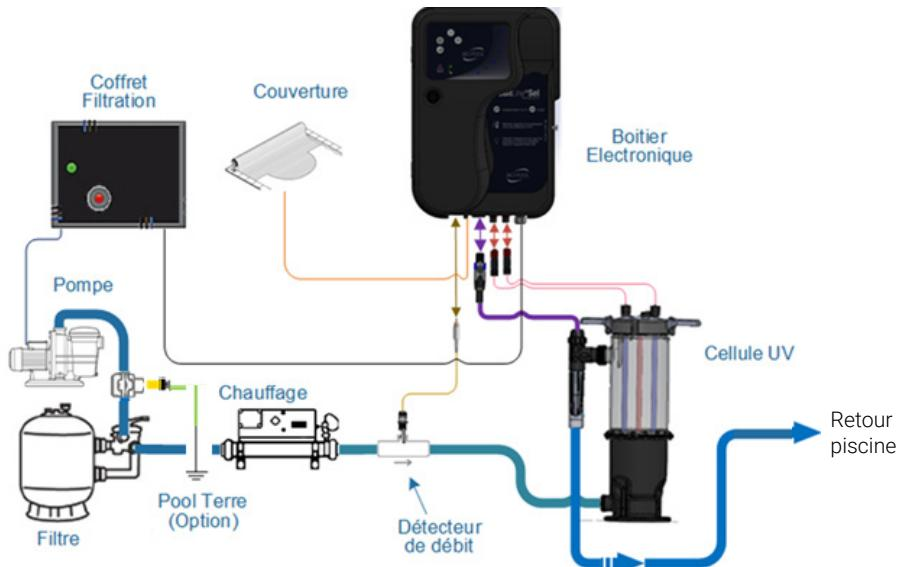
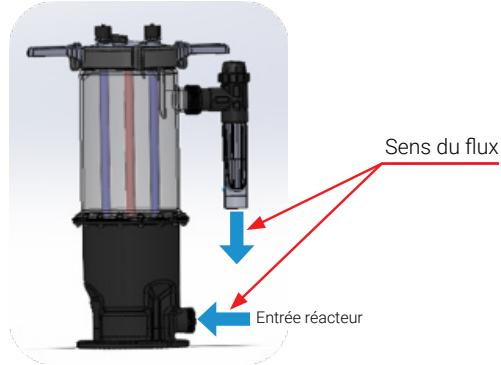

Figure 1
Figure 3
Le Sanebio est le **dernier élément** avant les refoulements (après le filtre, le chauffage, etc.). Le sens de circulation d'eau à l'intérieur de l'appareil est indiqué sur la Figure 3 ci-dessous, mais sa **position** doit être **impérativement conforme au schéma** de la Figure 1 ci-dessus.
- Positionner l'ensemble dans le circuit hydraulique comme indiqué dans le schéma Figure 1 ci-dessus et Figure 3 ci-dessous
- Installer sur la canalisation le Té ¾" à coller en position horizontale ; en amont et à moins de 2 m du Sanebio sans vanne entre l'appareil et le capteur. (Cf Figure 1)
- Installer sur la canalisation le collier de prise en charge ½" ou le Té ½" à coller Visser l'électrode sur le Té ou le collier de prise en charge (Cf Figure 1).